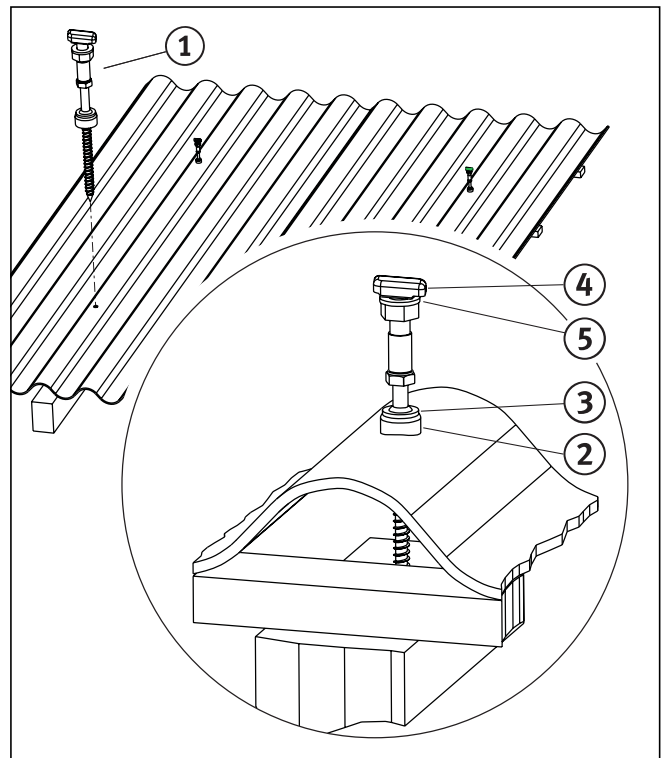

Abb. 6.17 Montage der Stockschraben
- Drehen Sie die Stockschraube (Abb. 6.17, Pos. 1) mindestens 80 mm tief in den Sparren ein, jedoch soweit, dass die schwarze Abdichtscheibe aus EPDM-Gummi (Pos. 2) flächig und komprimiert zwischen dem Berg der Wellplatte und der angeschweißten Scheibe der Stockschraube (Pos. 3) anliegt.